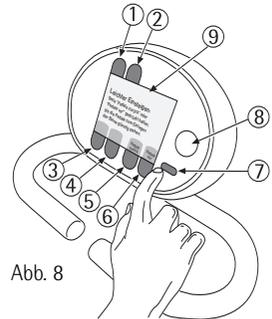

Abb. 8
8. **Beenden der Übung / Auswertung:** Vor Beendigung der Übung sollten Sie sich nochmals einige Minuten passiv durchbewegen lassen, um die Muskulatur – gegebenenfalls auch Ihre Spastik – zu lockern. Zur Beendigung des Trainings drücken Sie die rote „start/stop“-Taste ⑧ (siehe Abb. 8) zweimal. Bei einmaligem Drücken der
1. **Für eine höhere Standsicherheit** müssen Sie den kleinen Gerätestandfuß ⑫, der am Arm-/Oberkörpertrainer ⑭ (BestNr.250) angebaut ist, ca. 15 cm herausziehen (Mindesteinstecktiefe 10 cm).
2. **Öffnen Sie** die beiden Feststellschrauben ⑬ seitlich neben dem Arm-/Oberkörpertrainer ⑭ und schwenken Sie den Arm-/Oberkörpertrainer ⑭ um 180° im Uhrzeigersinn zu sich her. Ziehen Sie danach die Feststellschrauben ⑬ wieder an.
3. **Öffnen Sie** die Feststellschraube ⑮ am Aufnahmemodul ⑯ und stellen Sie den Arm-/Oberkörpertrainer auf die richtige Trainingshöhe (nach Rücksprache mit dem Arzt und Therapeuten) ein.
4. **Beginn der Übung:** Drücken Sie die rote „start/stop“-Taste ⑧ (siehe Abb. 8) und dann die Taste „Armtrainer“ ③. Die Handgriffe ⑰ beginnen nun automatisch, sich langsam in Bewegung zu setzen. Lassen Sie sich zum Aufwärmen zunächst einige Minuten vom Motor „passiv“ durchbewegen.